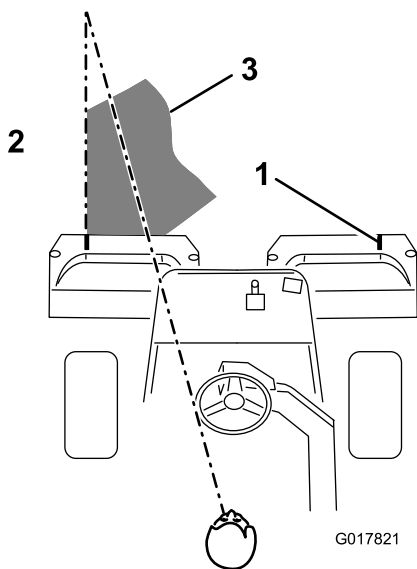

図 40
**注** グリーン内をぶれずにきれいに直進し、刈り込みの済んだ列との距離を一定に保って走るためには、車体前方 1.8 から 3m のところに視線を置いて、刈り込み済みの済んでいる列にラインを合わせるようにするのがコツです 図 40。
ハンドルを目印にして距離を合わせても良いでしょう。その場合、ハンドルの縁と本機前方の目標ラインとを重ねて見ながら運転します 図 40。